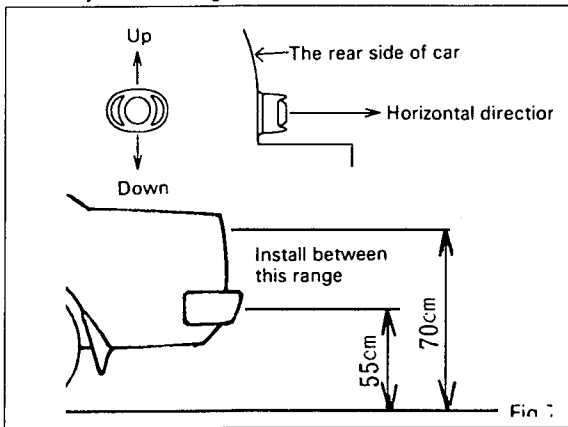

Fig.7
- 传感器安装位不宜太低或太高，安装在离地55cm-70cm范围内为宜。如图7所示，探头贴面应保持垂直，向上或向下会影响使用效果，探头之间的距离最好为0.5-0.8cm。